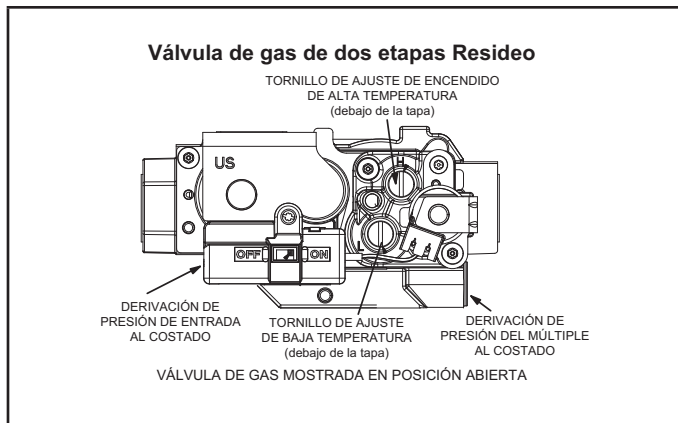

FIGURA 35
Funcionamiento de la válvula de gas ("FIGURA 35" y "FIGURA 35")
- 6 - Mueva el interruptor en la válvula de gas a APAGADO. No lo fuerce. Ver la "FIGURA 35" y la "FIGURA 35".
- 8 - Mueva el interruptor en la válvula de gas a la posición ENCENDIDO. No lo fuerce. Ver la "FIGURA 35" y la "FIGURA 35".
Un tapón roscado en la válvula de gas permite acceso a la presión de suministro. Ver la Figura 35. Retroceda el tornillo hexagonal de 3/32" una vuelta, conecte un tubo de 5/16" y conéctelo a un manómetro para medir la presión de suministro. Ver la presión de la línea de suministro en la Tabla 13.
Un orificio de presión del múltiple en la válvula de gas permite acceso a la presión del múltiple. Ver la Figura 35. Retroceda el tornillo hexagonal de 3/32 una vuelta, conecte un tubo de 5/16" y conéctelo a un manómetro para medir la presión del múltiple.